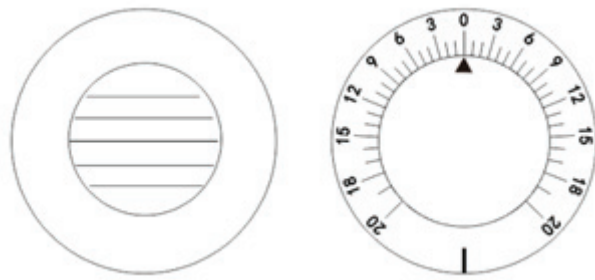
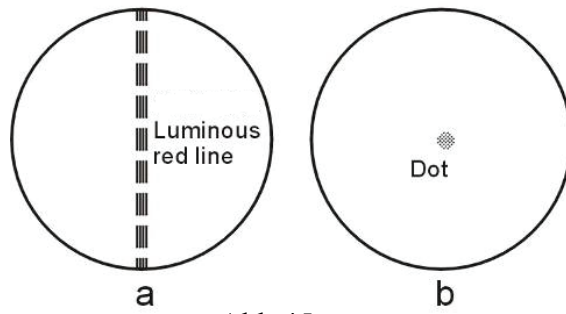
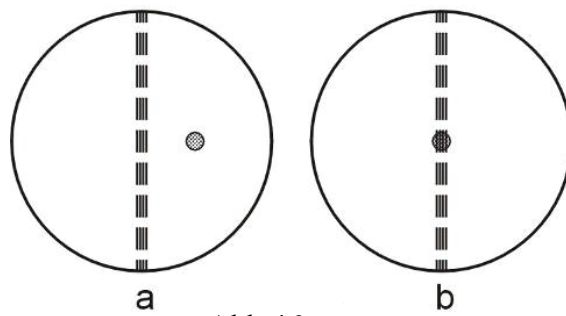
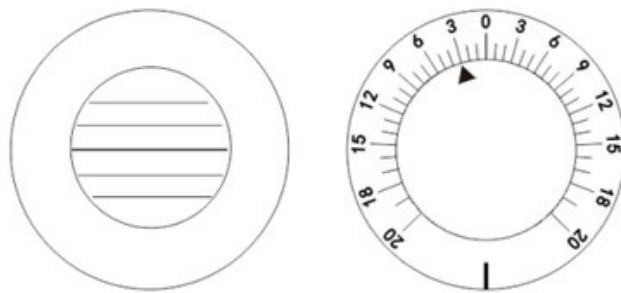

Abb.44
Abb.45
Abb.46
Abb.47
(1) Maddox-Stab- und Drehprismen-Methode
ein. Führen Sie zuerst eine horizontale Phoriemessung durch. Verfahren Sie gemäß (1) der Rotationsprisma-Methode, beschrieben in 6.8.5 Binocular Balance Test. Drehknopf für die Zusatzlinse drehen ②, und stellen Sie das rechte Auge auf MR_{RH} (Abb. 44). Drehen Sie den Prismendrehknopf ① mit der Einstellung 0 auf dem Dreieckssymbol, das dem linken Auge zugewandt ist. Zünden Sie ein kleines Fixationslicht an der Position an, an der das Diagramm projiziert wird. Nun sieht das rechte Auge des Testpersonen eine rote vertikale Linie (siehe Abb. 45 a) und sein linkes Auge einen hellen Fleck (siehe Abb. 45 b). Sie sind wahrscheinlich (a) oder (b) von Abb.46. Der Lichtfleck bewegt sich auch, wenn der Prismendrehknopf ① Wird gedreht. Bitten Sie den Patienten dann zu sagen, wann er das in Abb. 46 b gezeigte Bild sieht. Das Testergebnis ist in Abb. 47 dargestellt. Die Rotationsskala des Prismas wird als 2 angezeigt. Das Ergebnis von 2ΔI (Basis nach innen) steht für 2Δ Neigung nach außen.